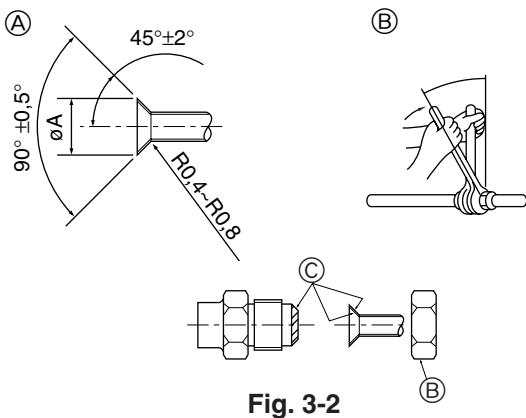

Fig. 3-2
3.2. Rohranschlüsse (Fig. 3-2)
⑦ Abmessungen der Aufweitungsschnitte